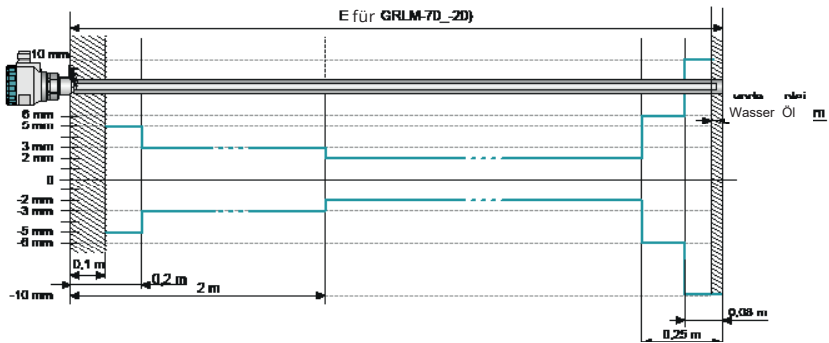

Abb. 35: Abhängigkeitsgraph des Messfehlers entlang der Stabelektrode mit Referenzrohr
- 1) Fehler beträgt +/- 6 mm im Bereich von 200 mm ab dem Ende der Stabelektrode oder ab dem Ende der Seilelektrode ohne Gewicht, siehe Grafiken in Abb. 35 und 36.
- 6) Gestricheltes Feld gilt für die Empfindlichkeitseinstellung der Messung niedrig (1) – mittel (3) – oder benutzerdefiniert (1–4). Bei der Einstellung der Messempfindlichkeit hoch (5) oder benutzerdefiniert (5–8) wird die tote Zone am Anfang und Ende der Elektrode verlängert, siehe Technische Grundparameter (S. 36).